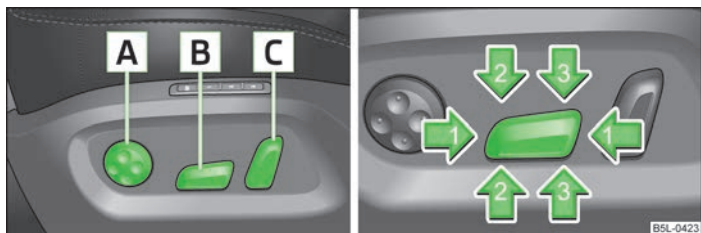

Fig. 44 Elementos de mando para el ajuste eléctrico de los asientos
- Presionar el conmutador **[B]** » fig. 44 hacia delante o bien hacia atrás en la dirección indicada por la flecha 1.
- Presionar el conmutador **[B]** » fig. 44 hacia arriba o bien hacia abajo.
- Presionar el conmutador **[B]** » fig. 44 en el sentido de la flecha 2 o 3.
- Presionar el conmutador **[C]** » fig. 44 en la dirección de ajuste deseada.
- Presionar el conmutador **[A]** » fig. 44 hacia delante o bien hacia atrás.
- Presionar el conmutador **[A]** » fig. 44 hacia arriba o bien hacia abajo.